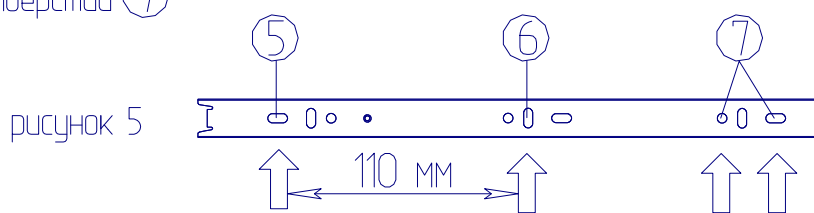

рисунок 5
Крепление направляющей к боковой стенке ящика (рисунок 5):
2. Прикрепить направляющую к боковым стенкам ящика с помощью шурупов 3,5x13 через отверстия (5) и (6)\* (рисунок 5)